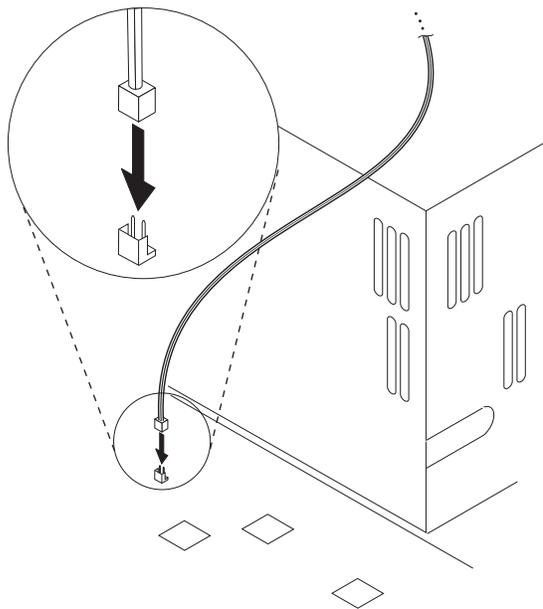

Figura 2-6. Conector de señal Wake on LAN del PC (2 patillas)
- 3** Después de retirar la cubierta del PC, localice el conector Wake on LAN de dos patillas en la placa del PC, como se muestra en la Figura 2-6. En el extremo macho-hembra del cable de 3 vías, conecte el conector hembra al conector de señal Wake on LAN del PC de 2 patillas. Asegúrese de que el cable pase por debajo de la pieza de sujeción de la tarjeta para que no se desconecte ni se dañe cuando cierre o abra la cubierta del PC.